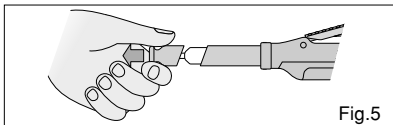

Fig.5
4. Retirer le bouchon de la cartouche. (Fig.5)
4. Togliere il cappuccio. (Fig.5)
4. Quitar la carcasa. (Fig.5)
4. Verwijder de dop. (Fig.5)